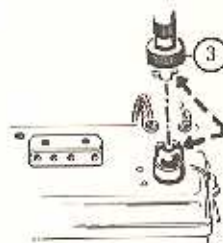

Bild 5. Fastsättning av antennen
2. Sätt fast antennen enligt bild 5.